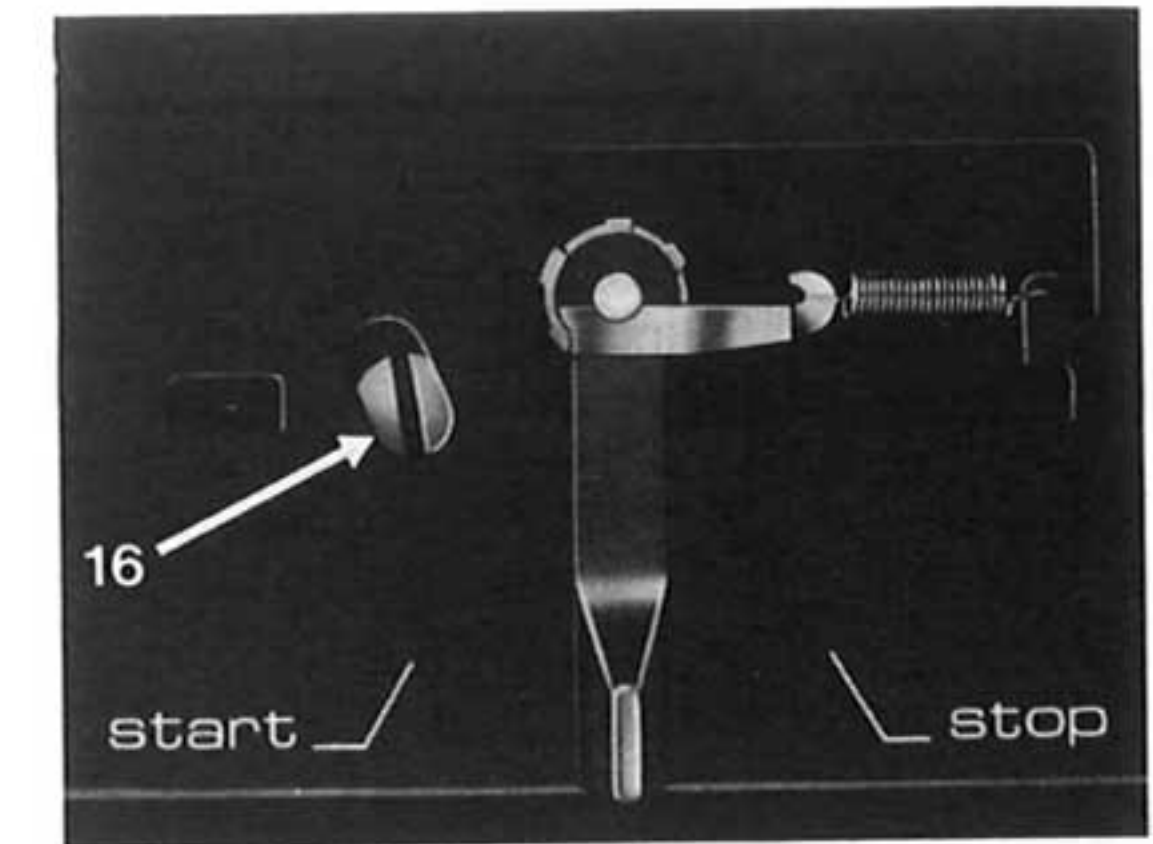

Fig. 22
montierten Tonabnehmersystem der Abtaststift zu weit innen oder außerhalb der Schallplatte auf, stellen Sie die Drehtaste für die Plattenteller-Drehzahl-Einstellung auf "33". Durch Abnehmen der Zierleiste (nach vorne drücken und am hinteren Rand zuerst hochklappen) wird die Regulierschraube (16) sichtbar, mit der der Tonarmaufsetzpunkt justiert werden kann (Fig. 22). Legen Sie bitte eine 30 cm-Schallplatte auf und starten Sie das Gerät. Wenn der Abtaststift zu weit innen oder außen auf der Schallplatte aufsetzt, drehen Sie die Justierschraube entsprechend nach rechts oder nach links.
descend trop loin à l'intérieur ou à l'extérieur du disque, amenez le manette de réglage de la vitesse du plateau sur "33". Lorsqu'on retire la réglette décorative (en la soulevant préalablement sur le bord arrière) la vis de réglage (16) du bras devient visible (Fig. 22). Posez un disque de 30 cm sur le plateau et mettez l'appareil en route. Si la pointe descend trop vers l'intérieur ou l'extérieur du disque, tournez la vis vers la gauche ou resp. la droite.
Move the speed selector to "33". Removing the decorating strip (first lift it on the rear edge) will expose the control (16) for tone-arm indexing (Fig. 22).
dan kan de afstelling gecorrigeerd worden. Daartoe wordt de toerental omschakelaar op "33" gezet. Door het verwijderen van de sierlijst (eerst aan de achterkant omhoogklappen) wordt de instelschroef zichtbaar. Met deze schroef wordt het juiste opzetpunt ingesteld (Fig. 22).
Al elevar la moldura (comenzar la elevación por el canto posterior) aparecerá el tornillo de ajuste (16) con el que se puede ajustar el punto de entrada de la aguja (Fig. 22). Coloque a tal fin un disco de 30 cm. y ponga en marcha el aparato. Si la aguja entre demasiado o se posa fuera del disco, gire el tornillo hacia la izquierda o hacia la derecha respectivamente.
Skulle detta inträffa, ställ varvtalsomkopplaren på läge "33". Genom att ta bort prydnadslisten (skjuts mot framkanten och lyftes i den bakre kanten) blir justeringskruven (16) för nedläggningspunkten synlig (Fig. 22).
Togliendo ora la piastrina sovrastante (premendola in avanti e sollevandone il bordo posteriore) si mette in evidenza la vite (16) con la quale è possibile regolare il punto di discesa del braccio (Fig. 22).